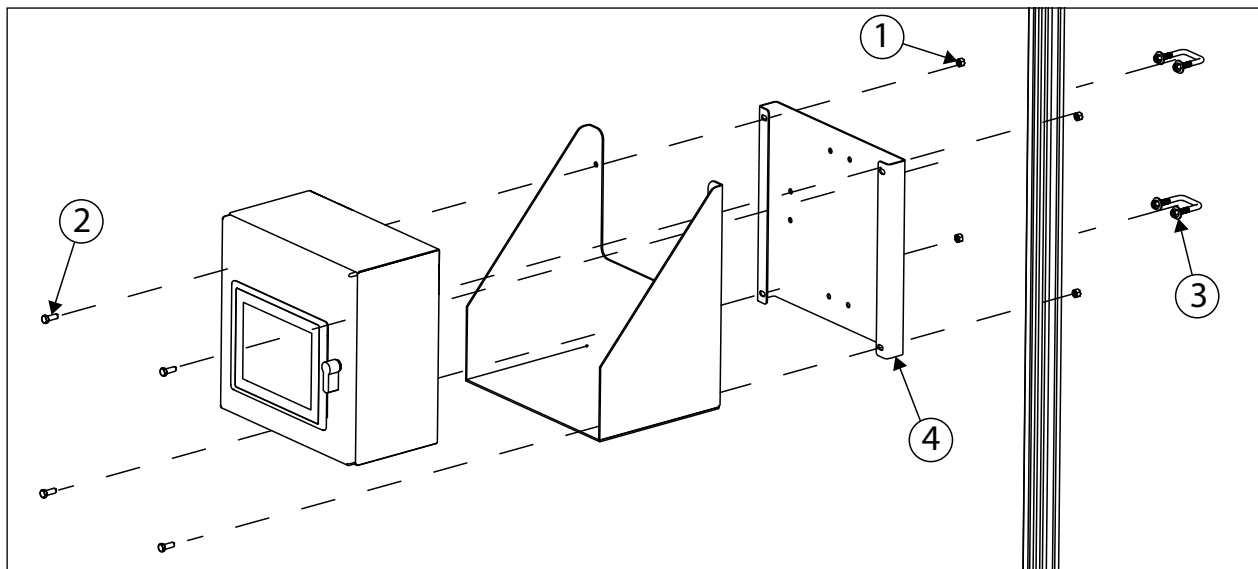

Figura 5-9. Montaje en quiosco opcional
**NOTA:** Si añade el estante de quiosco opcional (N.º de ref. 212260), móntelo entre el quiosco y la placa de montaje (consulte la Figura 5-9).